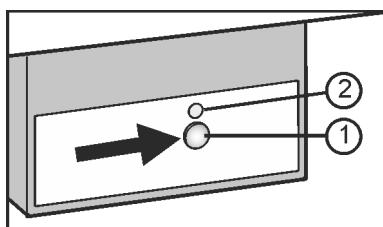

Fig. 13
- Appuyer sur la touche On/Off Fig. 13 (1) afin que la DEL Fig. 13 (2) s'allume.